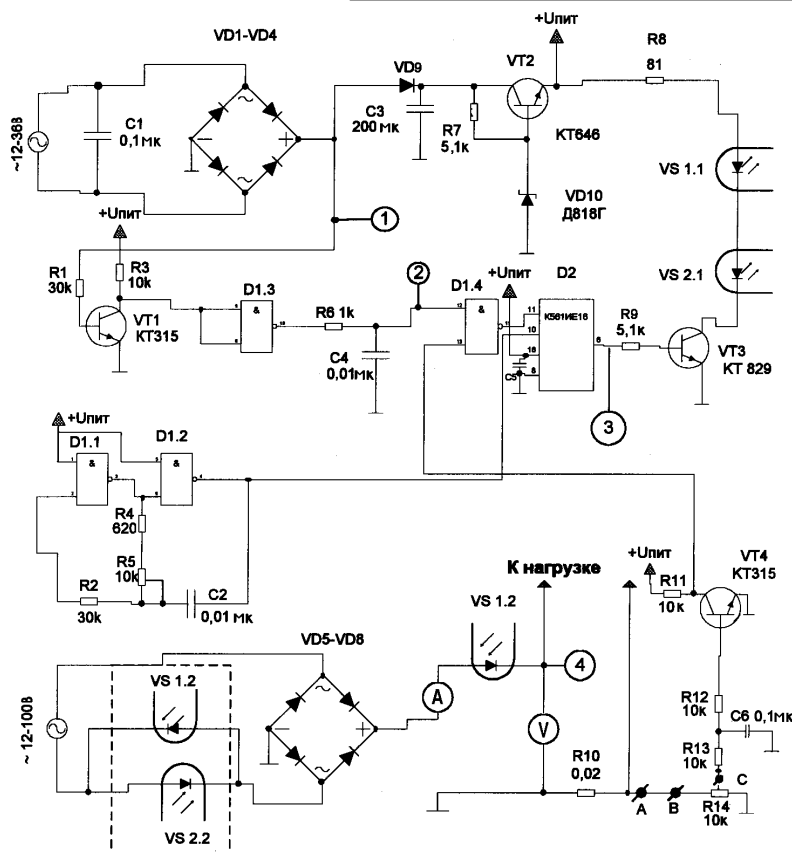

рис.1
В основу работы ПЗУ положен принцип фазового регулирования. Принципиальная схема ПЗУ показана на **рис.1**. Она содержит:
При параметрах частотоподающей цепи (резисторы R2, R4, R5 и конденсатор C2 на **рис.1**) угол открывания тиристора VS1 лежит в пределах 17 ( $f=70$  кГц)-160 ( $f=7$  кГц) электрических градусов, что дает нижний предел выходного на-
При необходимости ПЗУ можно использовать для регулирования только напряжения переменного тока. Для этого из схемы (рис.1) следует исключить мост на диодах VD5-VD8, а тиристоры включить встречно-параллельно (на рис.1 это показано штриховой линией). В этом случае с помощью схемы (рис.1) можно регулировать выходное напряжение от 20 до 200 В, но следует по-
**Наладка** ПЗУ сводится к отстройке уровня срабатывания защиты от токов короткого замыкания. Для этого убираем переключки между точками А и В (рис.1) и в т. В временно подаем напряжение +Уп. Изменением положения движка резистора R14 определяем уро-